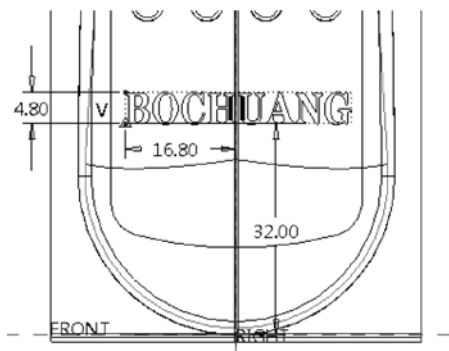

图 6-77 修改尺寸
⑦ 修改文本截面的尺寸，修改尺寸后的文本位置和效果如图 6-77 所示。